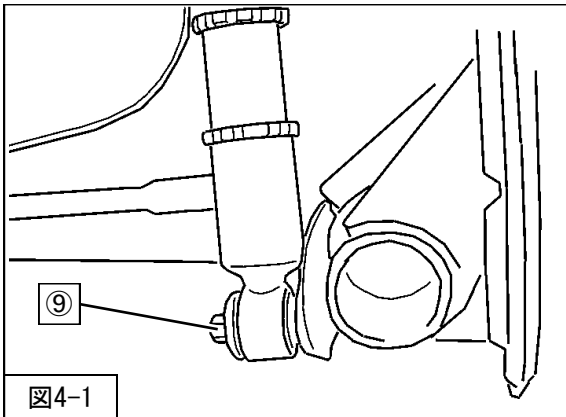
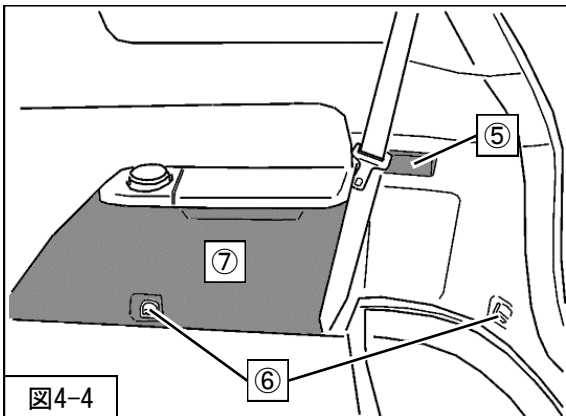

図4-1
図4-4
⑨リアサスペンションASSYロア取付ナットを仮締めしてください。（図4-1）
5. ⑨リアサスペンションASSYロア取付ナット（締付トルク：160N・m）を本締めしてください。（図4-1）
8. ⑦サイドパネル
⑥ロープフック
⑤ルームランプを車両に取付けてください。（図4-4）
9. ④リアハッチスカッププレート
③ラゲージルームボックスセパレータ